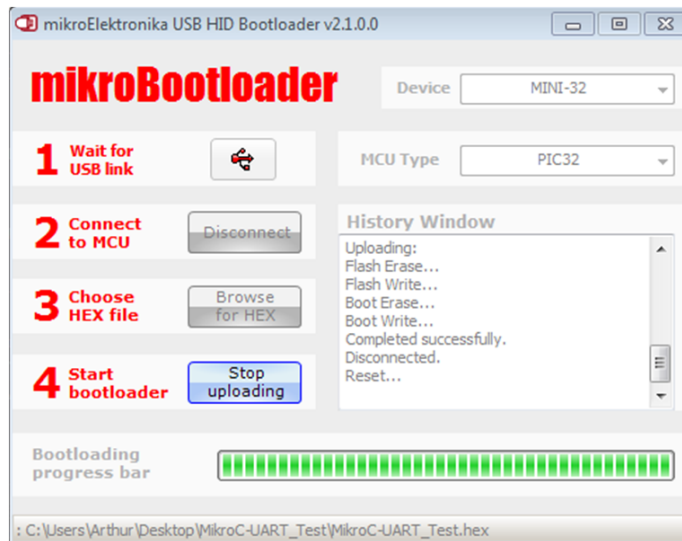

Figura 3.5: Carga del archivo .hex.
6. Se hace clic en el botón *Upload* (Cargar) y se espera. Ésto cargará el archivo al microcontrolador que entonces realizará infinitamente las acciones programadas. En la figura 3.5 se observa el proceso de carga.